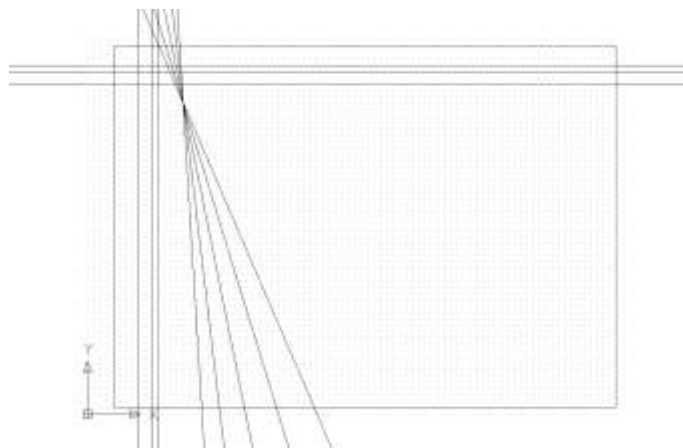

Рис. 20
- Чтобы закончить построение прямых, щелкните ПКМ (рис. 20).